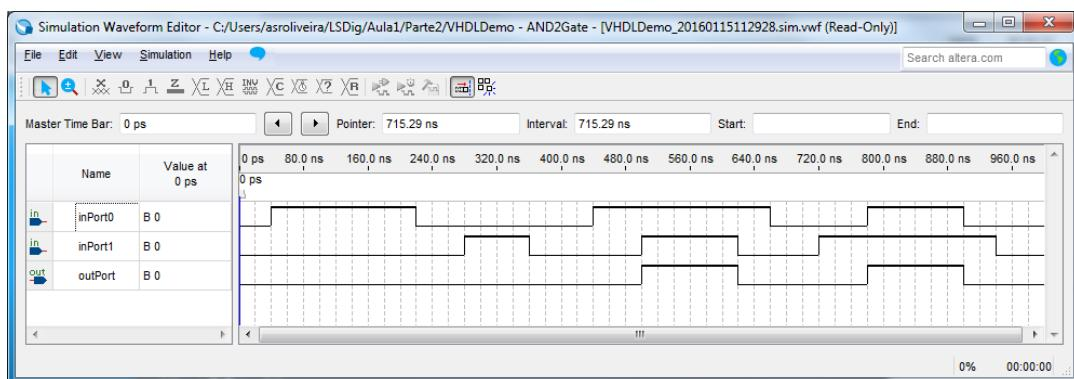

Figura 39 – Janela do simulador após a simulação.
10. Execute a simulação através do menu “*Simulation*→*Run Functional Simulation*”. Após a simulação deve obter o valor da saída da porta lógica AND correspondente às entradas que especificou (Figura 39).